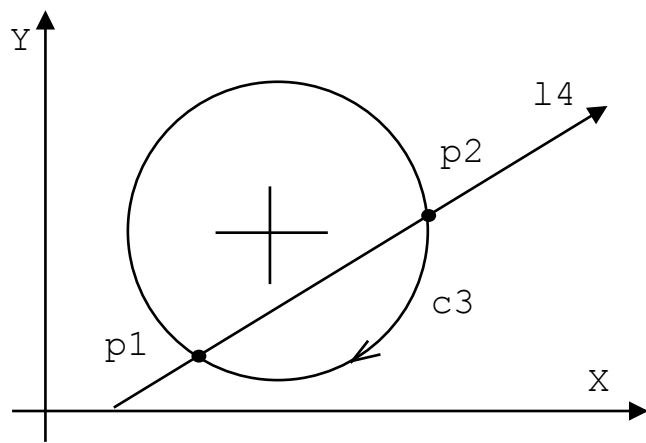

Рисунок 2.56
- точка пересечения прямой и окружности, определённая ранее (рисунок 2.56):